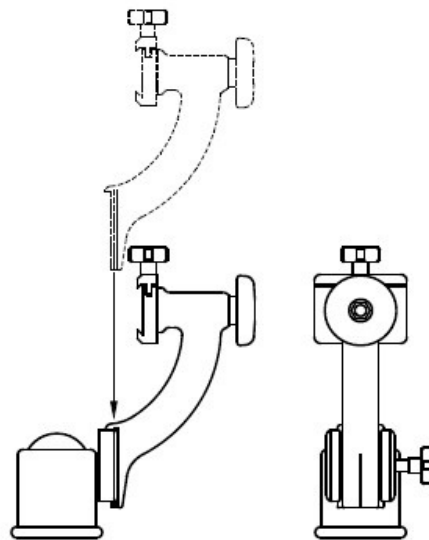

Abb. 2
3. Fixieren Sie die Kupplung in dieser Position, indem Sie den Kugelkopf mit dem entsprechenden Knopf arretieren. Nun kann der Sidekick in die Kupplung eingeführt werden, wie in Abb. 2 gezeigt.